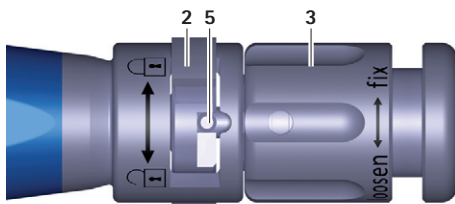
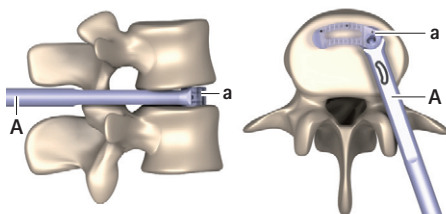

Fig. 3 Vue rapprochée de l'instrument d'insertion, bouton de commande fermé
Fig. 11 Implant en position définitive
- Tourner le bouton de commande **2** vers la droite (sens ) , voir Fig. 3.
- Tourner l'écrou de serrage **3** dans le sens inverse des aiguilles d'une montre (sens "loosen") jusqu'à ce que la broche **5** se trouve entièrement dans le bouton de commande **2**, voir Fig. 3. Veiller ce faisant à ce que la broche **5** ne coince pas le bouton de commande **2**.
- Tourner le bouton de commande **2** vers la droite (sens ) voir Fig. 3.
- ▶ Dès que la position finale est atteinte (voir Fig. 11) : tourner l'écrou de serrage **3** dans le sens inverse des aiguilles d'une montre (sens "loosen") jusqu'à ce que la broche **5** se trouve entièrement dans le bouton de commande **2**, voir Fig. 3. Veiller ce faisant à ce que la broche **5** ne coince pas le bouton de commande **2**.
- ▶ Tourner le bouton de commande **2** vers la droite (sens ⤴), voir Fig. 3.